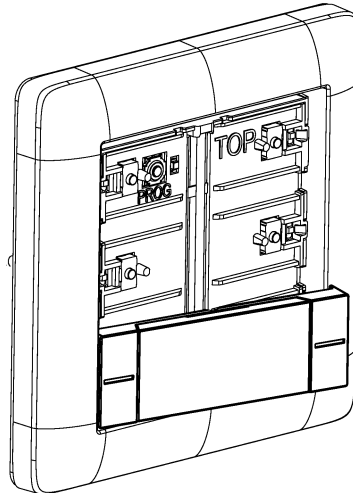

Bild 6: Placera användningsvippkontakt på sidan
- Placera användningsvippkontakt på sidan (se bild 6).